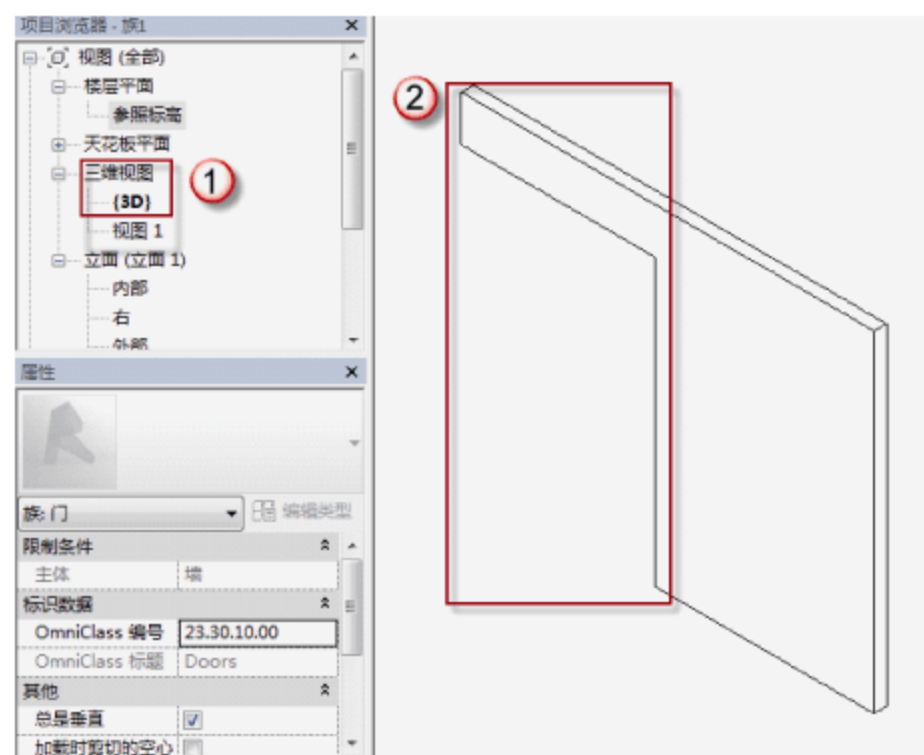

图 6.3.50 创建新的洞口剪切
(11) 挖去新的空心模型创建新的洞口剪切。选择“项目浏览器”中的“视图”→“三维视图”→“{3D}”选项，可以进入 MC2934 的 3D 视图，选择“修改”→“剪切”→“剪切几何图形”命令，先选择基本墙，再选择创建的空心拉伸，得到新的洞口剪切，如图 6.3.50 所示。